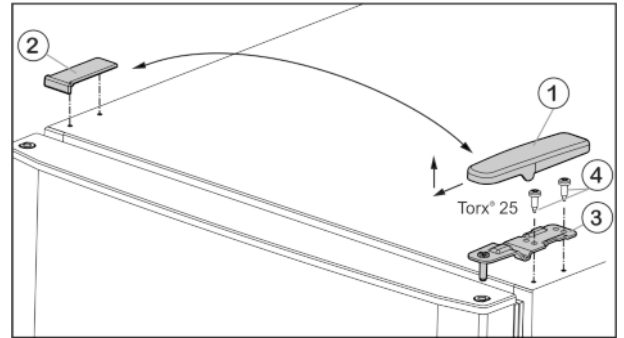

Fig. 6
- ▶ Abdeckung Fig. 6 (1) nach vorne und oben abziehen.
- ▶ Abdeckung Fig. 6 (2) abheben.
- ▶ Oberen Lagerbock Fig. 6 (3) abschrauben (2 mal Torx® 25) Fig. 6 (4) und nach oben abziehen.
- ▶ Oberen Lagerbock Fig. 6 (3) auf der neuen Scharnierseite in die Tür einsetzen.
- ▶ Oberen Lagerbock **fest (mit 4 Nm)** anschrauben (2 mal Torx® 25) Fig. 6 (4). Eventuell einen Akkuschrauber verwenden.
- ▶ Abdeckung Fig. 6 (1) auf der Gegenseite von außen aufsetzen und einrasten.
- ▶ Abdeckung Fig. 6 (2) jeweils auf der Gegenseite von oben aufsetzen und einrasten.